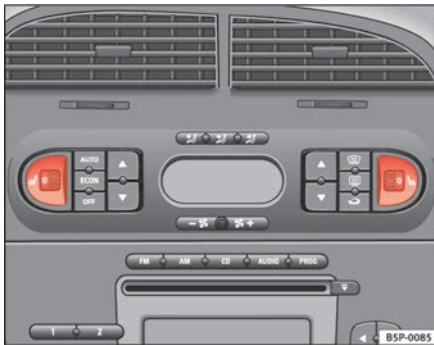

Abb. 95 Rändelräder für die Sitzheizung der Vordersitze
- Drehen Sie das jeweilige Rändelrad ⇒ **Abb. 95**, um die Sitzheizung einzuschalten. In Grundstellung **0** ist die Sitzheizung ausgeschaltet.